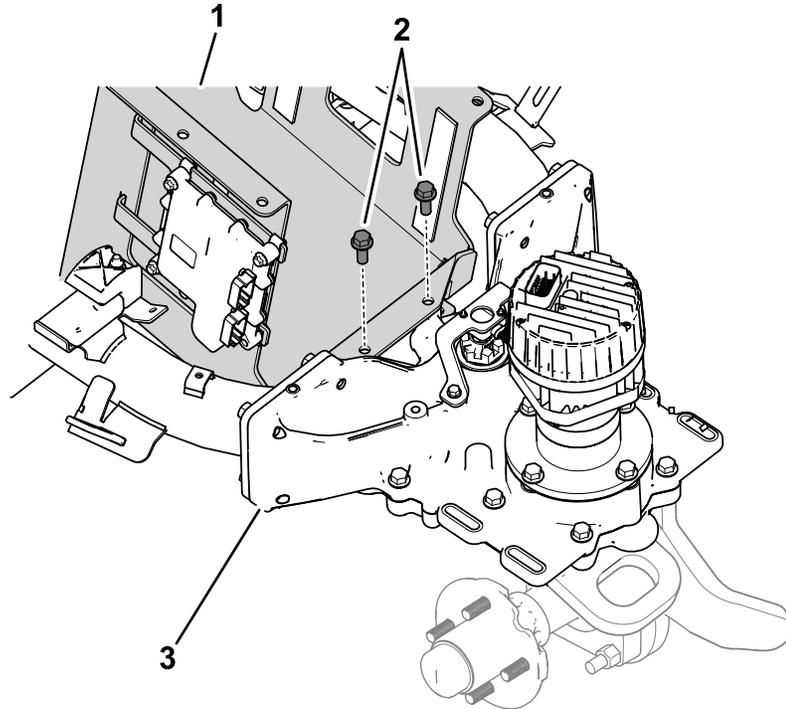

Bild 10
2. Verwenden Sie 2 Bundbolzen ($\frac{3}{8} \times 1''$), um die obere Montageplatte am Lenkgehäuse zu befestigen (Bild 10).